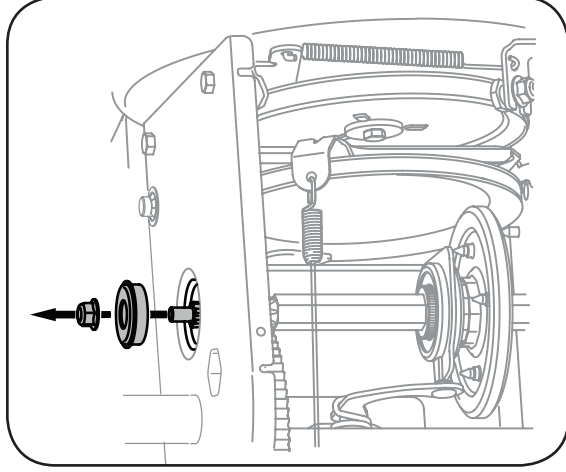

Figure 6-14
- Retirez doucement l'écrin à six pans et la rondelle qui maintiennent l'arbre hexagonal sur le châssis de la souffreuse et frappez doucement sur l'extrémité droite du châssis. Voir la Figure 6-14.